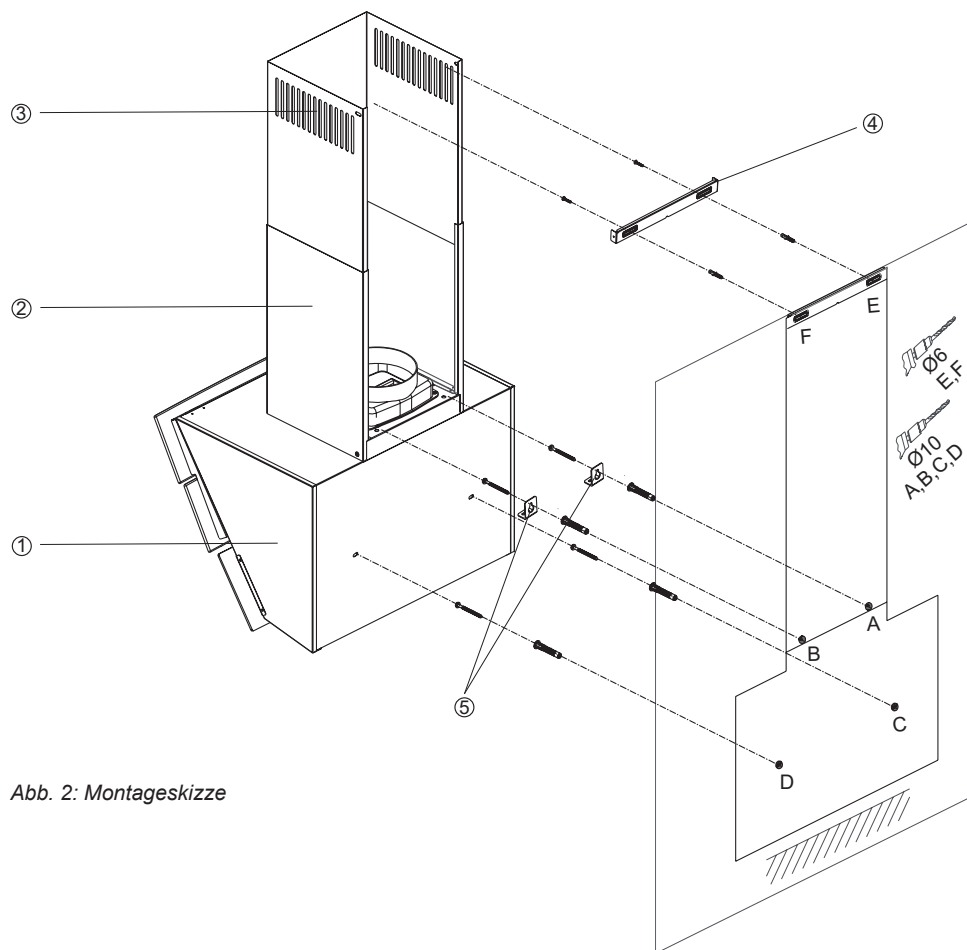

Abb. 2: Montageskizze
Der Elektroanschluss erfolgt an eine Steckdose, die meistens hinter dem Grund- oder Teleskopschacht (⇒ Abb. 2) positioniert wird.
- Löcher der Befestigungspunkte A, B, C und D bohren, Dübel einsetzen und die Schrauben an den Punkten A+B zu $\frac{3}{4}$ eindrehen (⇒ Abb. 2). Die Montagewinkel oben hinten am Haubenkörper mit den 2 Schrauben M5 befestigen (⇒ Abb. 2).
Grund- und Teleskopschacht (⇔ Abb. 2 S.14) werden nun montiert.